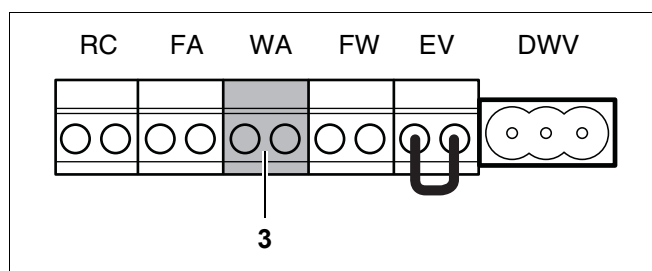

Рис. 32 Клеммы для подключения беспотенциального контакта запроса тепла (цвет подключения зеленый)
- Подключить беспотенциальный контакт запроса тепла к зеленой клемме WA (рис. 32, **поз. 3**). Максимально допустимое сопротивление этой цепи составляет 100 Ом. Используйте для этого 2-жильный силовой кабель сечением 0,4 - 0,75 мм².